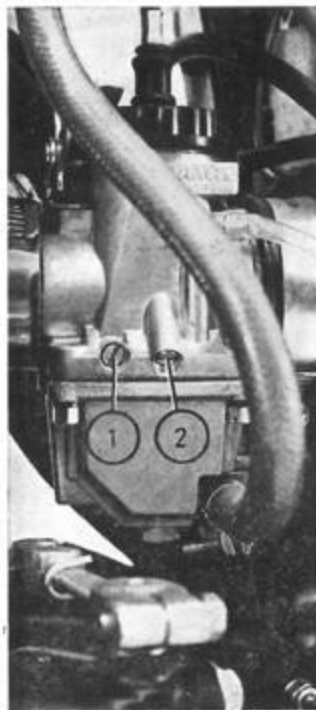

Fig. 14
4. **Ajuste de la marcha lenta (ralentí).** La marcha lenta adecuada es aquella que permite rodar a muy pocas revoluciones en primera velocidad. Para ello, graduar el tornillo 2 situado en el lado izquierdo del carburador (fig. 14). Para aumentar o disminuir la marcha lenta se debe roscar o desenroscar dicho tornillo 2.
Para graduar la mezcla se dispone del regulador del aire 1 (fig. 14), situado en el lado izquierdo del carburador. Para determinar la posición del regulador del aire, poner el motor en marcha lenta, roscar el regulador hasta el fondo y luego desenroscar $\frac{3}{4}$ de vuelta. Si el motor no soporta bien esta graduación, roscar el regulador hasta que el motor tienda a pararse por mezcla demasiado rica. En este momento desenroscar el regulador hasta que el motor tienda a pararse por mezcla demasiado pobre. La graduación más adecuada será la media entre ambas graduaciones.
4. Réglage du ralenti. Le ralenti correct est celui qui permet de rouler en première à peu de tours-minute. Pour l'obtenir agir sur la vis 2 située sur le côté gauche du carburateur (fig. 14). Pour augmenter ou diminuer le ralenti, visser ou dévisser cette vis 2.
Pour régler le mélange, on dispose du régulateur d'air 1 (fig. 14) situé sur le côté gauche du carburateur. Pour déterminer la position adéquate du régulateur d'air, mettre le moteur à bas régime, visser à fond le régulateur, puis dévisser de trois quarts de tour. Si le moteur ne supporte pas bien ce réglage, visser le régulateur jusqu'à ce que le moteur ait tendance à s'arrêter parce que le mélange est ce que le moteur ait tendance à s'arrêter parce que le trop riche. A ce moment-là, dévisser le régulateur jusqu'à mélange est trop pauvre. Le réglage le plus adéquat sera celui qui est à mi-course entre ces deux réglages.
4. Adjusting the Idle. A proper idle allows to run at low r.p.m. in first gear. To obtain this condition, adjust idle screw 2 located on the left side of carbureter (fig. 14).
To adjust the mixture at idle, use the air screw 1 (fig. 14) located on the left side of carbureter. To set the air screw, let the engine run at idle, rotate the screw CW until its bottom, and then back it off 3/4 of a turn. If the engine does not idle well at this setting, rotate the air screw CW until the engine dies because the mixture is too rich. Back off the screw until the engine dies because the mixture is too lean. The best setting will be the half distance between both settings.